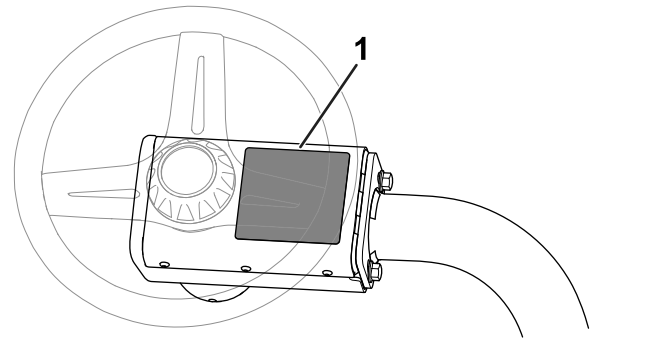

図 15
- CE 警告ステッカーP/N 136-8505を、既存の警告ステッカーP/N 136-8506の上から貼り付ける 図 15を参照。